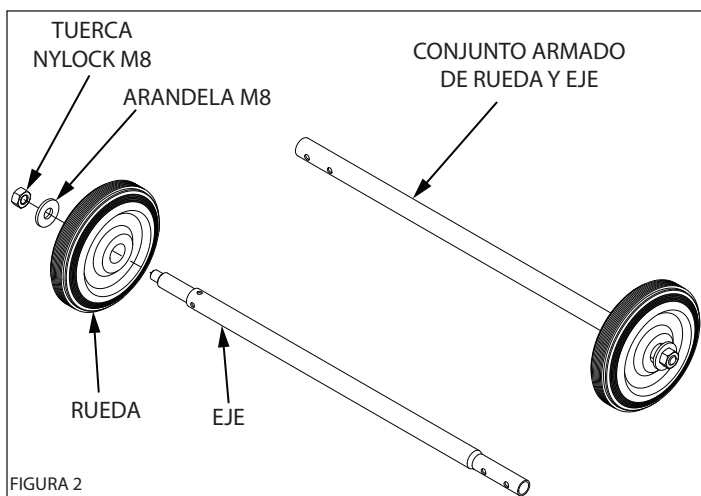

FIGURA 2
- Perno M8 x 1.25 x 20 (1)
- Perno M6 x 1.0 x 28 (2)
- Arandela M8 x 24 x 2.2 plana (12)
- Arandela M8 de seguridad del resorte (7)
- Arandela M8 x 30 convexa (1)
- Arandela M6 de seguridad del resorte (2)
- Arandela M10 plana (2)
- Tuerca M6 x 1.0 Nylock (2)
- Tuerca M10 Nylock (2)
- Mosquetón (4)
4. Monte la rueda en el eje **(CONSULTE LA FIGURA 2)**. Para cada componente del eje: